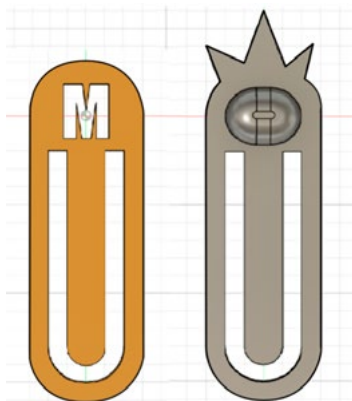

Рис. 13
4. Самостоятельно создайте украшение на закладке. Украшением может служить выдвленная буква вашего имени, выпуклое изображение или изменение общего контура закладки (рис. 13).